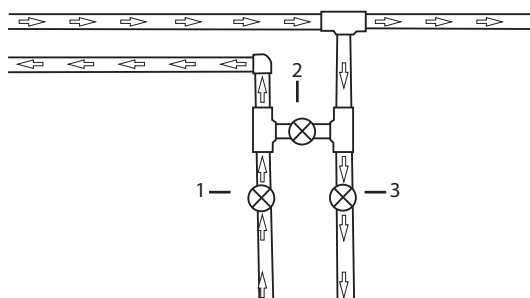

Figure 3
REMARQUE: Elles peuvent être utilisées telles quelles ou une vanne de dérivation manuelle (Figure 3).
6. Il est vivement recommandé d'installer l'accessoire de la vanne de dérivation ou de mettre une dérivation à trois vannes en place en utilisant des vannes à bille comme illustré dans la figure 3.